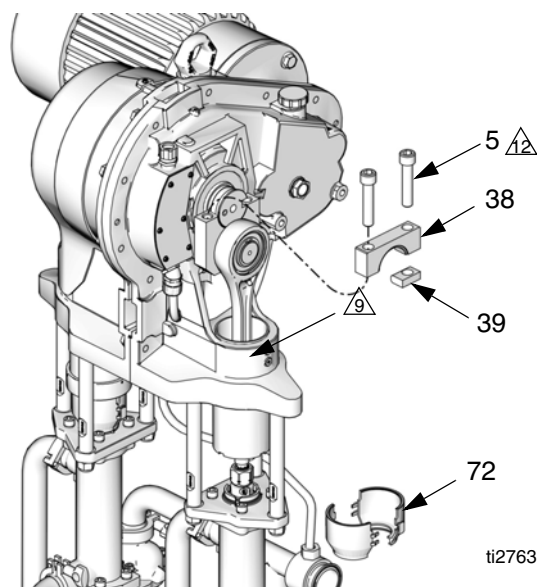

FIG. 17. Remova tampa do braço de manivela
5. Coloque um pano limpo sobre o cilindro deslizante (2) para evitar que detritos caiam dentro do conjunto durante a desmontagem.
6. Retire as 2 proteções (72) inserindo uma chave de fendas na ranhura superior, como uma alavanca para liberar a lingueta. Repita para todas as abas. **Não utilize** a chave de fenda para separar as proteções.
7. Coloque uma chave de 3/4 de polegada nas partes planas (9) do pistão deslizante (logo acima da porca de acoplamento), para impedir que o pistão/biela girem quando estiver soltando a porca de acoplamento (14). Oriente a chave para que fique apoiada contra uma das hastes de ligação (3). Aplicar força excessiva contra o pistão/biela poderá encurtar a vida útil do rolamento do pino da válvula.
8. Usando uma chave de boca de 1-5/8 de polegada, desaperte a porca de acoplamento (14) do pistão deslizante (9) e deixe-o deslizar para baixo na biela do pistão da bomba. Tenha cuidado para não perder os aros (13).
9. Consulte a FIG. 17. Utilizando uma chave hexagonal de 1/2 polegada, desaperte os dois parafusos da tampa (5). Remova a tampa do (38) braço oscilante (39) e a chaveta. Caso necessário, utilize um martelo para soltar as peças plásticas.
14. Deslize o pistão (9) e a biela (7) para dentro do cilindro (2).
15. Posicione o braço oscilante (4) para encaixar no eixo de saída (OS), e gire-o até o fundo do eixo de saída.
16. Coloque um pano limpo sobre o cilindro deslizante (2) para evitar que detritos caiam dentro do conjunto durante a desmontagem.
17. Consulte a FIG. 17. Aplique lubrificante antitravamento (LPS®-04110 ou equivalente -) nas roscas dos parafusos da tampa (5). Instale a chaveta (39), a tampa do braço oscilante (38) e os parafusos da tampa (5), orientados como mostrado. Enquanto o parafuso do lado da abertura ainda estiver frouxo, torqueie o parafuso do lado da chaveta com 210 - 230 pés-lb (283 - 310 N•m). Depois aperte o parafuso do lado da abertura com 210 - 230 pés-lb (283 - 310 N•m). Torqueie os parafusos mais 2 ou 3 vezes cada, ou até pararem de se movimentar quando torqueados com 210 - 230 pés-lb (283-310 N•m).
18. Certifique-se que os colares (13) estejam colocados na porca de acoplamento (14).
19. Coloque uma chave de 3/4 de polegada nas partes planas do pistão deslizante (9), para evitar que gire ao apertar a porca de acoplamento (14). Oriente a chave para que fique apoiada contra uma das hastes de ligação (3) ou no suporte da bomba. Aperte a porca de acoplamento (14) no pistão deslizante (9) e torqueie com 75 - 80 pés-lb (102 - 108 N•m).
20. Instale as proteções (72) encaixando os lábios inferiores com a ranhura na tampa do recipiente molhado. Junte as duas proteções encaixando.
21. Remova o pano. Reinstale a tampa (32 ou 21) e os parafusos (12).